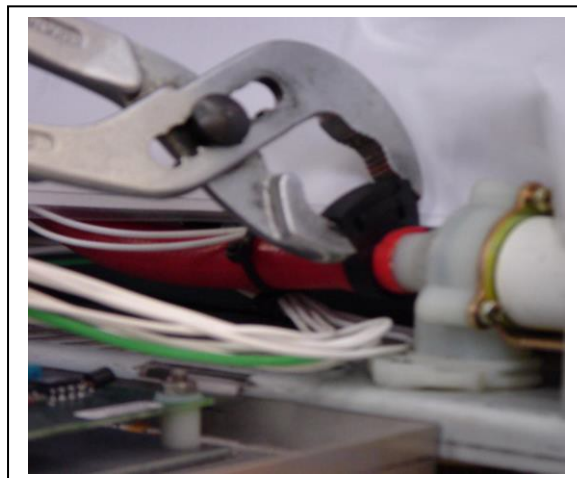

Fig. 5
- Placer sans le serrer le tuyau à côté de la vanne d'alimentation et le couper à la bonne dimension. Le fixer ensuite à la vanne au moyen de la bride pour tuyau. Voir fig. 5.